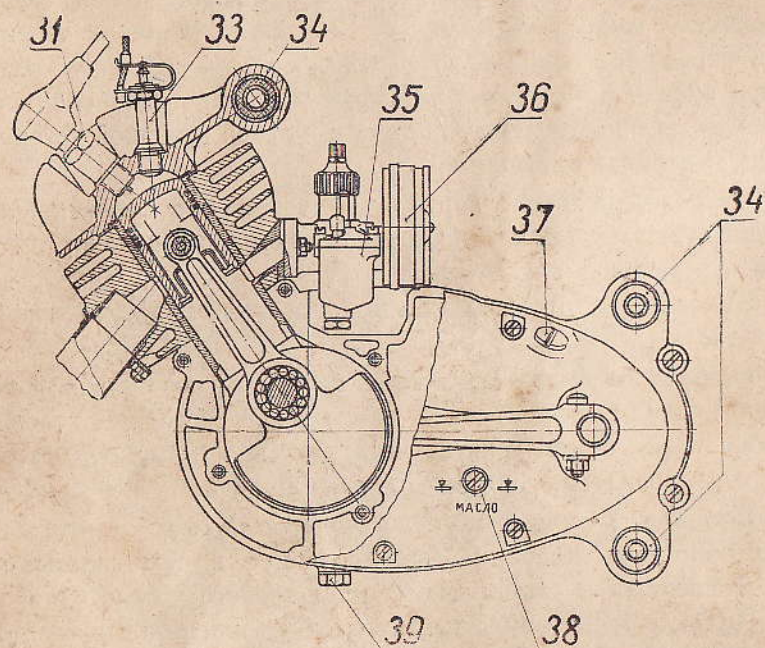

Рис. 2
**Воздушный фильтр 36** (рис. 2) — сухой, сетчатый, неразборный, крепится на задней части горизонтального патрубка карбюратора при помощи хомутика. Фильтр имеет устройство для переобогащения топливной смеси при запуске холодного двигателя.
Перед выездом необходимо произвести наружный осмотр двигателя, проверить надежность состояния резьбовых соединений, наличие топлива, его подачу в карбюратор, уровень масла в коробке передач. Уровень масла проверяется через отверстие 38, закрытое винтом М6, на левой крышке картера (рис. 2).